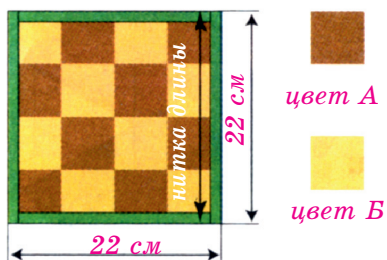

Рис. 2. Эскиз прихватки
Наилучший размер прихватки — 22х22 см (рис. 2).
2. Изготовление шаблонов (рис. 2)